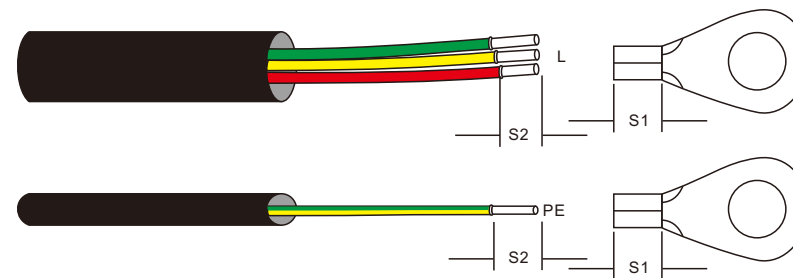

图3.18 剥开交流线缆
2. 将交流线缆绝缘护套的末端剥去约300mm，然后剥去每根导线的末端（参见图3.18）